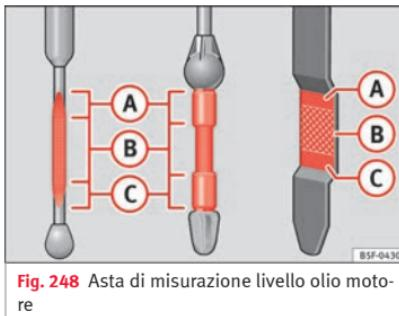

Fig. 248 Asta di misurazione livello olio motore
– In seguito, estrarla di nuovo e controllare il livello dell'olio » **fig. 248**. Se necessario, rabboccare dell'olio.
Se il livello dell'olio si trova al di sopra della zona »» fig. 248 A, non avviare il motore. Pericolo di danni al motore e al catalizzatore! Rivolgersi presso un'officina specializzata.
Il livello dell'olio non deve superare assolutamente il settore »» fig. 248 A. L'olio in eccesso potrebbe altrimenti essere aspirato attraverso lo sfioro del basamento ed essere liberato nell'atmosfera attraverso l'impianto di scarico.